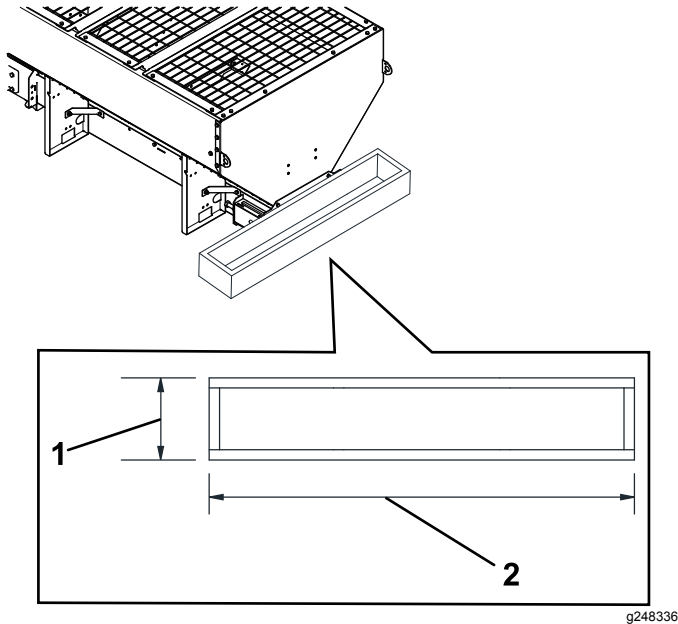

Bild 7
2. Erstellen Sie mit einem Holzstück (3,8 cm x 18,4 cm) das Distanzstück, wie in Bild 7 abgebildet.